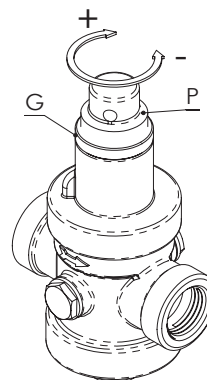

FIG. 3B
Regulación Art. T15C: Para ajustar la presión de salida, es suficiente aflojar la tuerca anular (G) y girar el eje P como se muestra en la Fig. 3B; girando en el sentido de las agujas del reloj, la presión de salida aumenta, girando en sentido anti horario la presión de salida se reduce. La correcta regulación de la presión debe hacerse cuando el sistema está cerrado.
Regulation for type T15C: to modify the outlet pressure, unscrew the ring (G) and turn the stem P as shown in Fig. 3B; by turning clockwise, the outlet pressure will increase, by turning anticlockwise, the outlet pressure will decrease. The correct regulation of the pressure has to be done while circuit is closed.